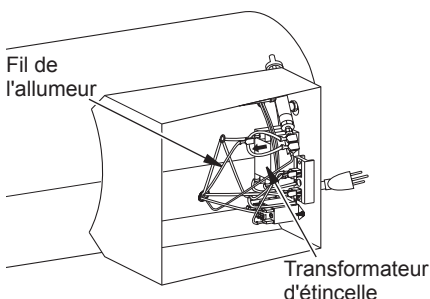

Figure 10 - Retrait du fil de l'allumeur du transformateur d'étincelle
2. Aucune étincelle à l'allumeur. Pour effectuer un test d'étincelle, suivez l'étape 8 de la rubrique Allumeur , page 8. Si vous percevez une étincelle sur l'allumeur, faites réparer l'appareil de chauffage par un technicien qualifié. Si vous ne percevez aucune étincelle : A) Le fil d'allumage est desserré ou débranché B) L'espace ne permet pas d'étincelles C) L'électrode d'allumage est défectueuse D) Le transformateur d'étincelle est défectueux	2. A) Inspectez le fil d'allumage. Resserrez ou reconnectez le fil d'allumage s'il est mal fixé. Voir figure 10, page 8, pour l'emplacement du fil d'allumage B) Assurez-vous que l'écart entre l'électrode d'allumage et la plaque est de 3,3 à 3,8 mm (0,13 à 0,15 po). Ne pliez pas l'électrode. Cela pourrait l'endommager C) Remettez l'électrode d'allumage en place. Voir Allumeur , page 8 D) Remettez transformateur d'étincelle en place. Voir Transformateur d'étincelle , page 8